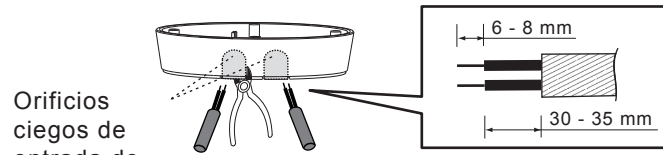

FIG. 12
- 3.4.3.2 Para pasar los cables de alimentación de CA por el lateral de la caja de conexiones, utilice unos alicates para romper los orificios ciegos de entrada de cables del lateral de la caja de conexiones y pase los cables por ahí. Pele de 6 a 8 mm de cable para realizar la conexión (ver FIG. 12).